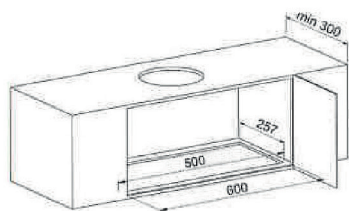

Рис. 3
2. Сделайте отверстия в шкафу согласно эскиза. (Рис. 3)